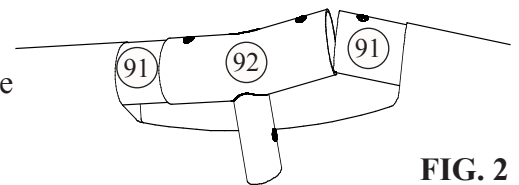
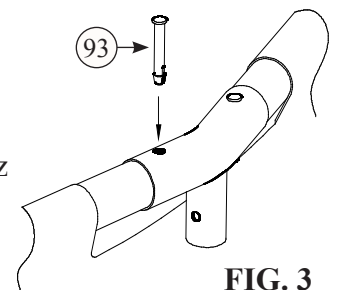

FIG. 2
FIG. 3
3. À la dernière connexion, installez le dernier Raccord-Té sur l'extrémité d'une poutre. Soulevez les deux dernières Poutres pour former un angle entre elles qui facilitera l'introduction de leur extrémité dans le Raccord-Té en abaissant les deux poutres ensemble. Fig. 2. Cette opération peut nécessiter deux personnes. Maintenant commencez à placer les Goupilles (93) par le haut des Raccords-Té jusqu'à ce que chaque Goupille s'enclenche en place dans le Raccord-Té, comme dans Fig. 3.